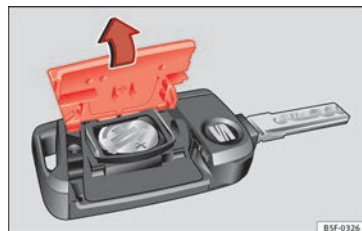

Fig. 133 Chave do veículo: abertura da tampa do compartimento da pilha.
- Retire a tampa na parte traseira da chave do veículo »» **Fig. 133** na direção da seta »» **!**
- Coloque a tampa na carcaça da chave do veículo, pressionando-a tal como se mostra »» **Fig. 133**, no sentido contrário ao da seta, até que encaixe.